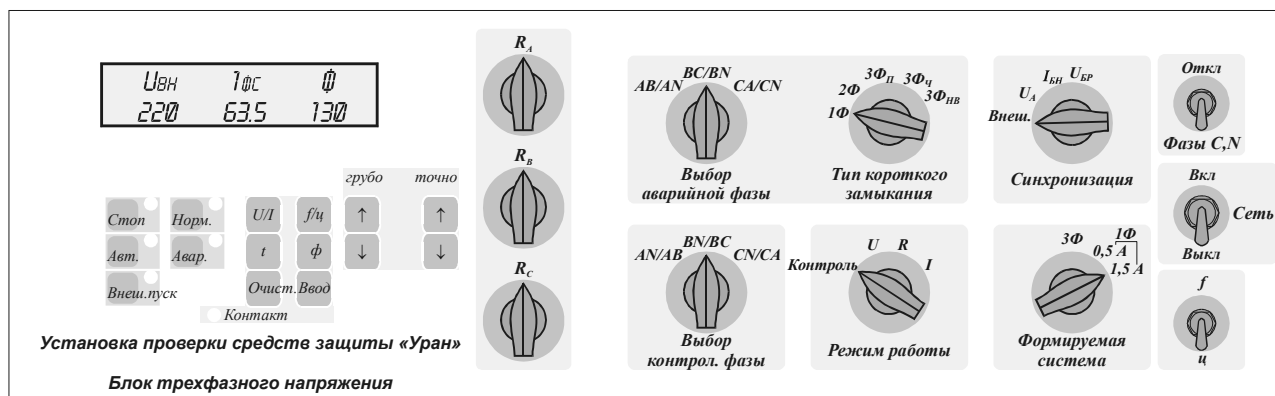

Рис. 6. Передняя панель блока трехфазного напряжения.
6.4.1. К органам управления блока трехфазного напряжения относятся набор переключателей и клавиатура (рис. 6).